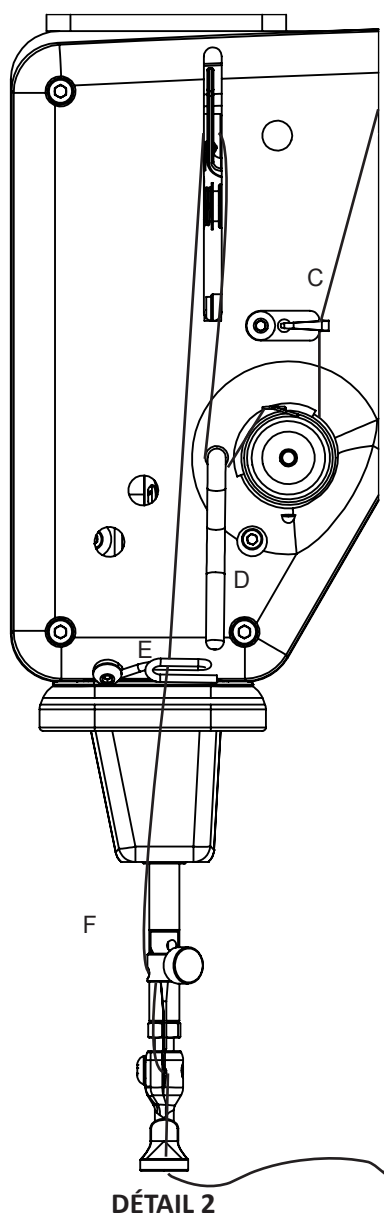

Figure 12
3. Le fil passe à travers le guide-fil **C**, puis descend vers l'ensemble de tension (voir figure 12).